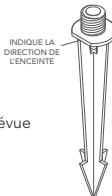

Figure 5
2. À l'aide d'un maillet en caoutchouc, enfoncez soigneusement les piquets inclus dans le sol aux emplacements de montage pré-déterminés. Noter l'indicateur plat sur le piquet et s'assurer que cet indicateur est orienté vers l'enceinte souhaitée (voir Figure 5).